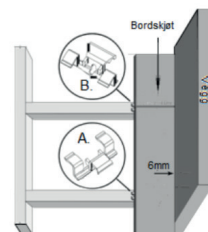

fig. 3
3. På motsatt langside av det første bordet festes klipsen i bjelkene med den enkle leppen i sporet på terrassebordet. I skjøt mellom to bord brukes klips som er beregnet for dette. (fig.3). Klipsen festes i bjelken med skruer. OBS! Ikke fest skruen for stramt.